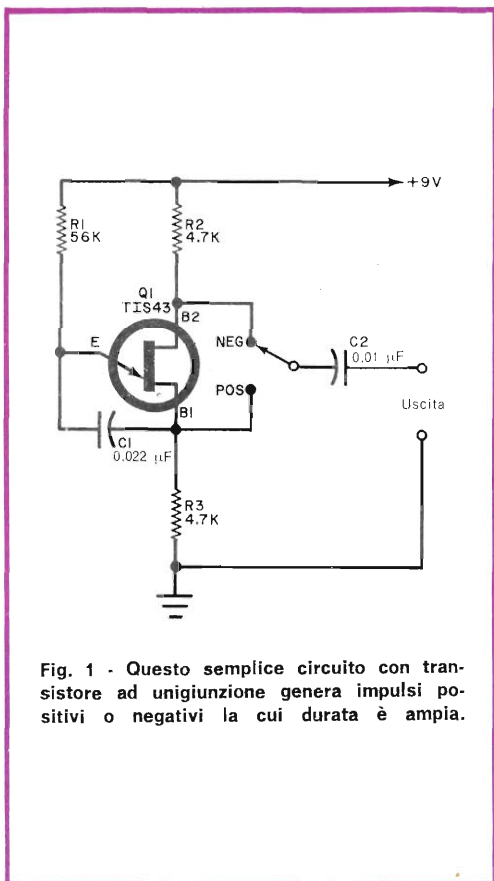

Fig. 1 - Questo semplice circuito con transistor ad unigiunzione genera impulsi positivi o negativi la cui durata è ampia.
Il circuito rappresentato nella fig. 1 è soddisfacente per molte applicazioni. La ampiezza d'uscita è buona ed il circuito può anche essere montato provvisoriamente in caso di emergenza. Però, la durata degli impulsi è ampia.
**Circuiti a transistori** - Nella *fig. 1* è riportato lo schema di un termometro acustico realizzabile in poche ore, il quale emette dei bip ad una frequenza che varia direttamente in rapporto con la temperatura ambiente. Più alta è la temperatura e maggiore è il numero dei bip al minuto.